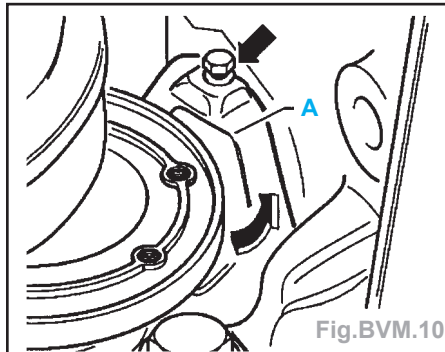

Fig.BVM.10
- Déposer les vis à 6 pans (2).
- Débrancher la fiche du transmetteur de tachymètre (4).
- Déposer le cas échéant la petite tôle de protection (A) du volant-moteur derrière l'arbre à bride droit (flèches) (Fig.BVM.10).